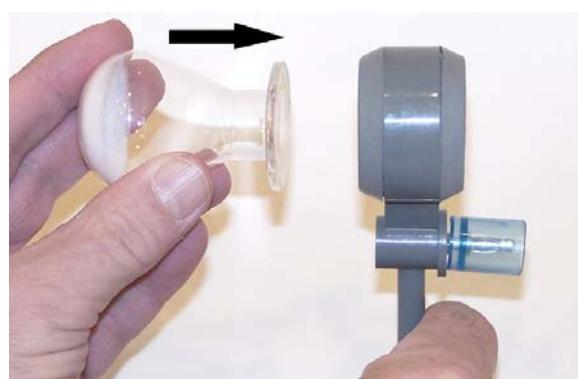

Fig. 1
- Insérer les bouchons d'extrémité dans les encoches du support (cf. Fig. 1).